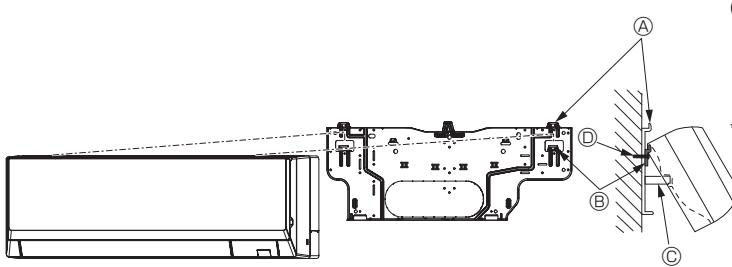

Fig. 3-13
- Якщо внутрішній блок не можна повісити та підняти за допомогою звичайного гачка (розмір 2.1. ⑧ (зазор між стелею та пристроєм) становить 75 мм або менше), слід повісити блок на нижній гачок для установлення труби ліворуч. (Fig. 3-13)
#### (Fig. 3-13)